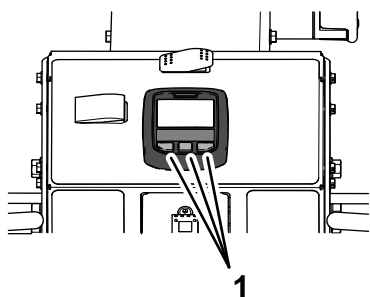

Рисунок 31
3. Нажмите любую кнопку в инфо-центре (Рисунок 31).